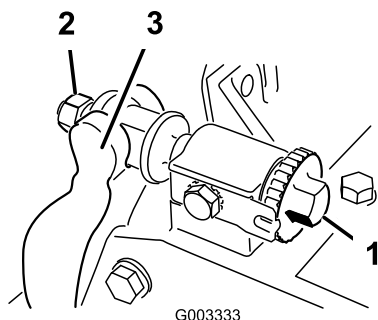

Figura 57
1. Girate in senso antiorario la vite di regolazione della barra di appoggio per allontanare la controlama dal cilindro (Figura 57).